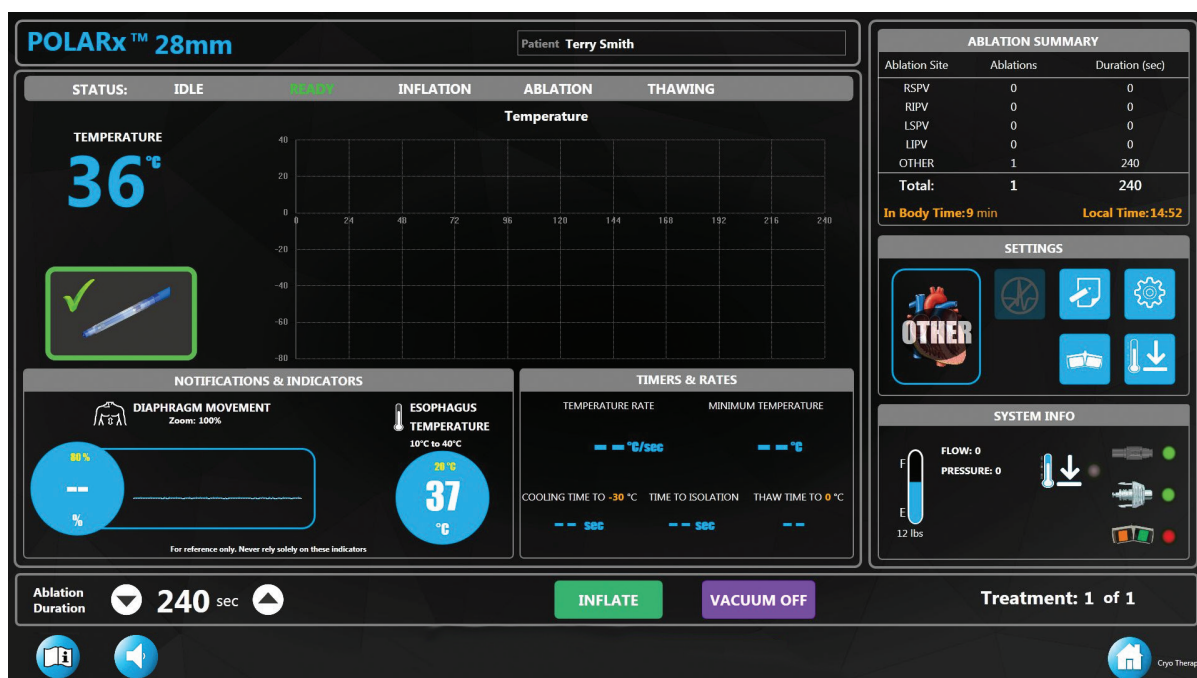

Figura 6. Ecranul de Terapie - starea Pregătit
3. Starea sistemului trebuie să indice READY (pregătit) și ar trebui să apară butonul INFLATE (umflare) pe ecranul de Terapie (Figura 6). În plus, butonul START de pe panoul frontal al consolei trebuie să fie iluminat în culoarea verde.